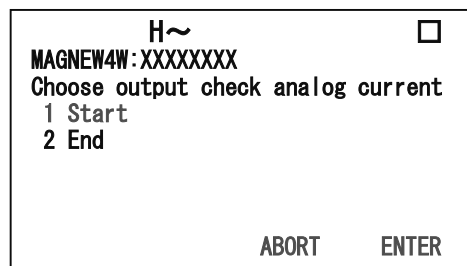

図2-3-10-2
- ③ 図2-3-10-3が表示されます。この数値入力画面になったら固定値出力したい値を入力してください。設定可能範囲は0%～+115%です。値を入力したらENTERを押してください。その出力に相当するアナログ電流が出力されます。ABORTを押すと前画面に戻ります。